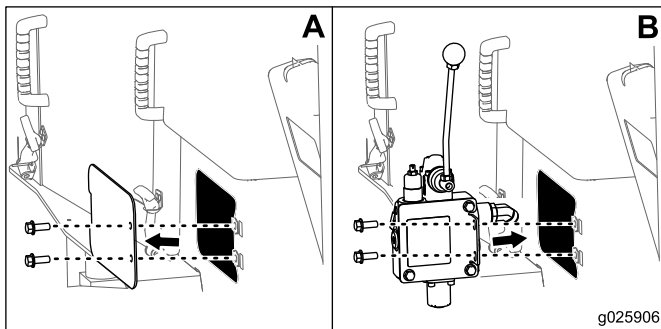

Figure 13
1. Raccord à 45° (2)      2. Raccord droit (3)
4. Fixez le support à la machine avec les boulons du panneau gauche (voir Figure 13).